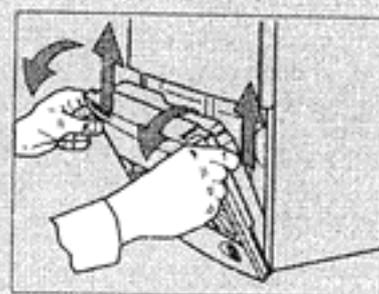

Fig. 3
- Soulever et tourner le panneau de contrôle (fig. 3);